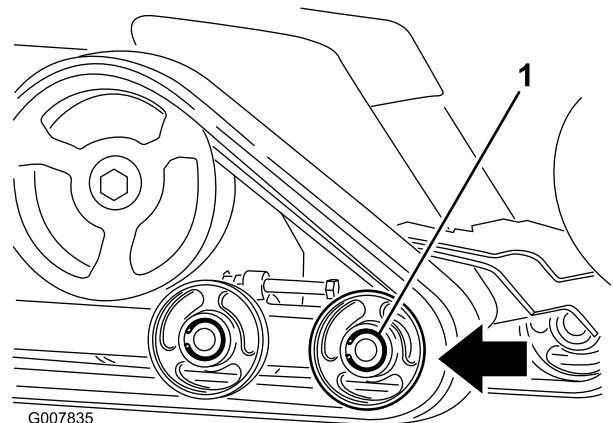

Bild 44
6. Drücken Sie das vordere Straßensrad soweit es geht nach hinten (**Bild 44**).
8. Wenn Sie die Kette vom Straßensrad entfernt haben, nehmen Sie sie von der Maschine ab (Bild 44).
9. Legen Sie die neue Kette, beginnend beim Antriebsrad, um das Rad und stellen Sie sicher, dass die Stollen an der Kette zwischen die Distanzstücke am Kettenrad passen (Bild 44).
10. Drücken Sie die Kette unter und zwischen das hintere und mittlere Straßensrad (Bild 44).